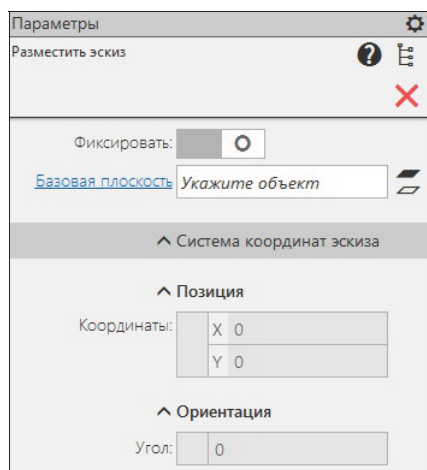

Рис. 19.31. Панель Параметри:
- ♦ из инструментальной панели **Инструменты эскиза** вызовите команду **Прямоугольник**. Далее необходимо запустить процесс размещения эскиза, т. е. выбрать плоскость или грань для размещения эскиза. Это можно сделать с помощью кнопки  — **Построить плоскость** на панели **Параметры: Разместить эскиз** (рис. 19.31) или просто указать плоскость или грань в графической области;